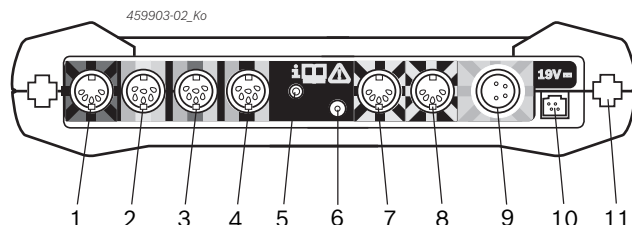

Fig. 2: Réglette de raccordement FSA 500 (vue de dessous)
Raccordement, voir Fig. 2, Pos. 6.
5. Raccorder les capteurs aux emplacements prévus sur l'unité de mesure (voir Fig. 2).